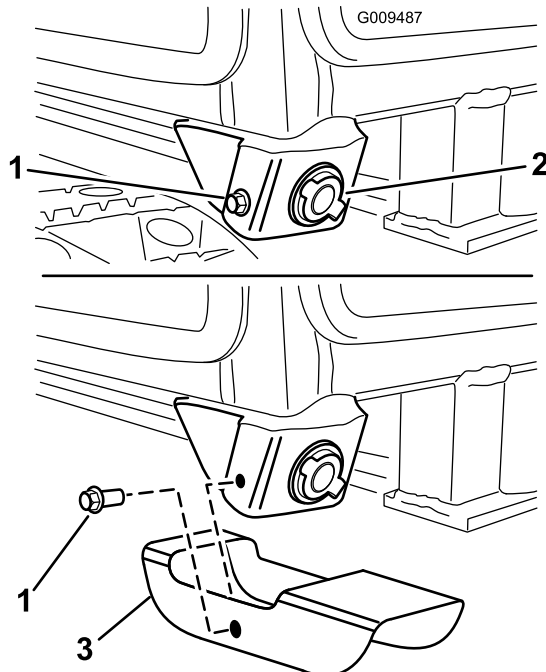

Figura 66
- Retire el perno que sujeta el conjunto de enchufe eléctrico a la esquina delantera derecha del bastidor de la cabina (Figura 66).
- Deslice el protector hacia arriba sobre el enchufe, alineando el taladro del protector con el taladro de la placa de montaje del enchufe eléctrico (Figura 66). El extremo más largo del protector debe estar orientado hacia adelante para proteger el enchufe eléctrico.